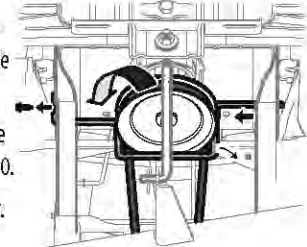

Figure 40
5. Retirez le boulon fixant la tige de retenue de la poulie du moteur au châssis. Voir Figure 40.